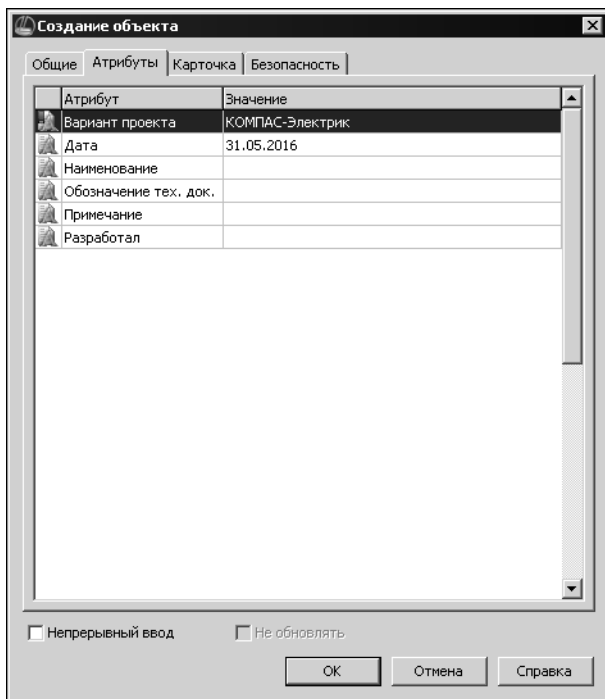

Рис. 27.2. Ввод атрибутов объекта КОМПАС-Электрик
5. На вкладке **Атрибуты** и укажите вариант проекта — **КОМПАС-Электрик** (или **КОМПАС-Электрик Express**, для создания проекта КОМПАС-Электрик Express) (рис.27.2).